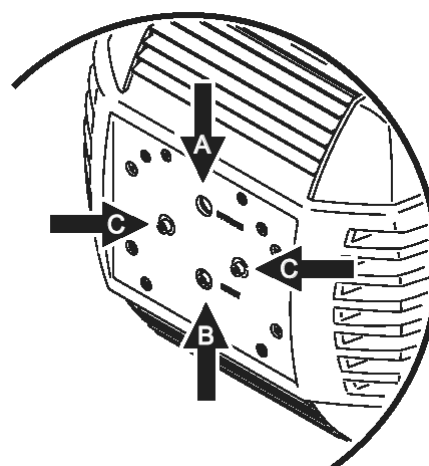

Рис. 6: Юстировка лампы
2. Посмотрите на рис. 6. Вертикальное позиционирование фокуса производится при помощи регулировочного винта А. Горизонтальное позиционирование фокуса производится при помощи регулировочных винтов С.